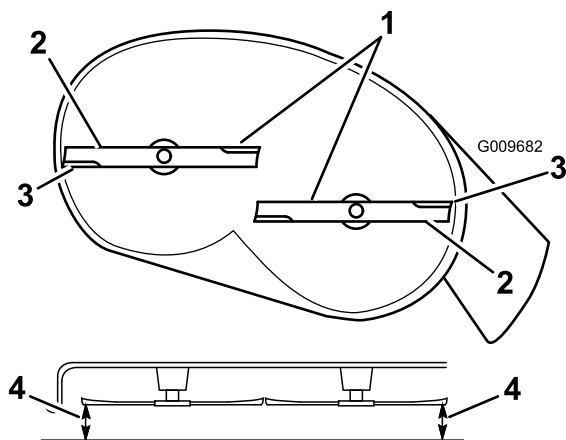
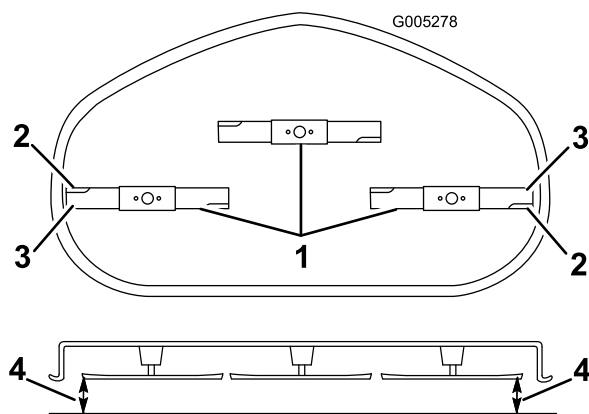

Figura 59
Figura 60
4. Gire cuidadosamente las cuchillas hasta que estén todas orientadas lateralmente (Figura 59 y Figura 60).
5. Mida entre los bordes de corte exteriores y la superficie plana (Figura 59 y Figura 60). Si hay una diferencia de más de 5 mm entre ambas dimensiones, se requiere un ajuste; siga con este procedimiento.